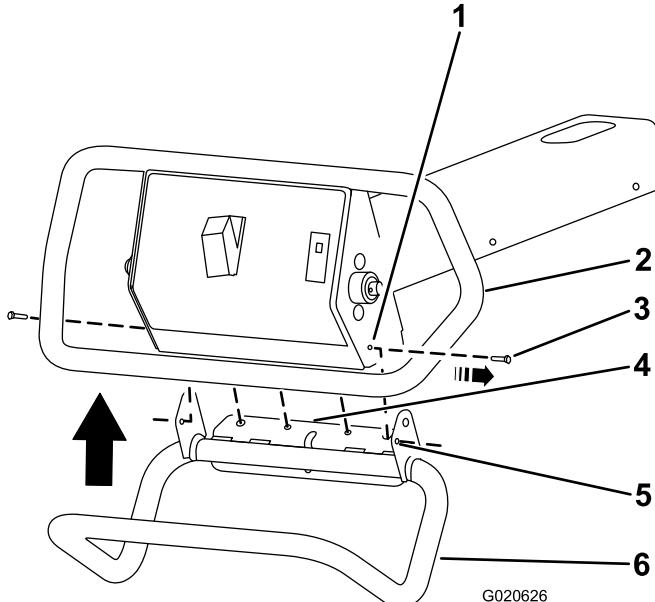

Figure 1
3. Relevez la poignée et alignez la bride sur le cadre (Figure 1).
4. Alignez les trous des 2 boulons à tête hexagonale (10-24 x 3/4 po) de la poignée et les trous du cadre (Figure 1).